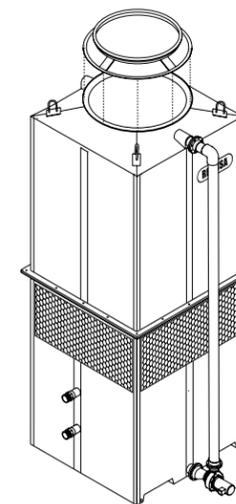
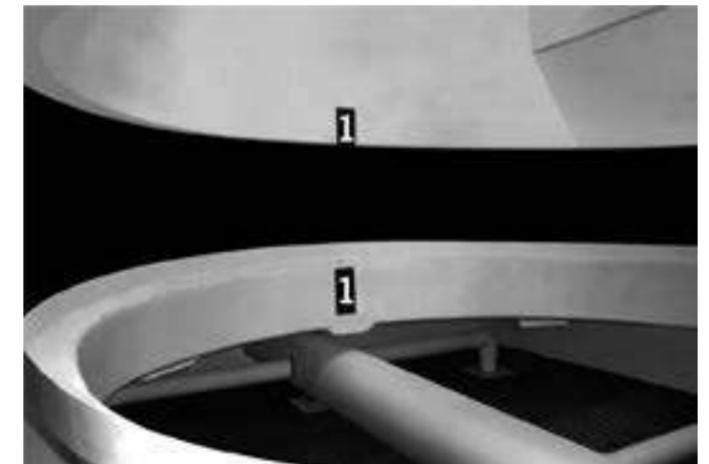

Figura A-36: Instalación del reductor de ducto
Figura A-37: Alineación del reductor de ducto
- Antes de instalar el ducto (ver secciones A.2.1, A.2.2 o A.2.3 como referencia), colocar el reductor de ducto en la brida correspondiente encima de la torre (ver Figura A-36); asegúrese de que los agujeros de los tornillos y las marcas dentro del reductor están alineadas (Figura A-37). Luego asegúrelos con la tornillería de acero inoxidable suministrada por REYMSA.